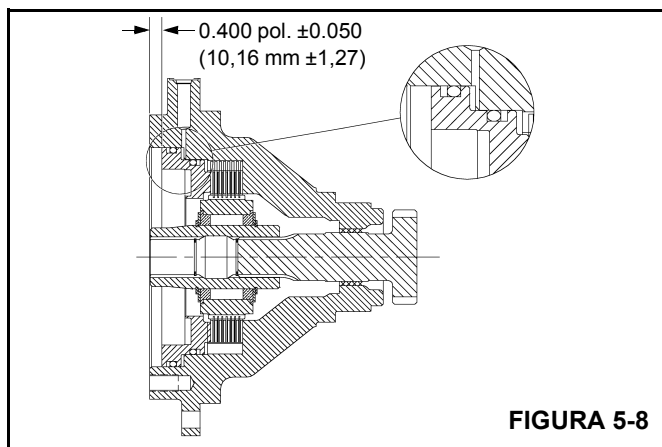

FIGURA 5-8
13. Instale as placas dos estatores (19) e os discos de fricção (18) no alojamento do freio, começando com um estator e alternando discos de fricção e placas de estator. Há uma placa de estator a mais do que discos de fricção, portanto, você concluirá com uma placa de estator.
14. Após a instalação, verifique a espessura do freio para determinar se as dimensões estão dentro da tolerância mostrada na Figura 5-8. Se a medição for superior à mostrada, alguns discos de fricção e placas de estator não foram instalados ou os discos de fricção estão desgastados além das tolerâncias aceitáveis. Se a medição for inferior à mostrada, muitas placas ou muitos discos foram inseridos ou eles não estão assentados adequadamente.
15. Revista os novos anéis de encosto (itens 7-7 e 7-8) e os anéis de vedação (itens 7-1 e 7-6) com óleo leve e instale-os no pistão (10) com os anéis de encosto voltados para a parte externa do pistão. Consulte na Figura 5-8 a instalação adequada dos anéis de vedação e de encosto.